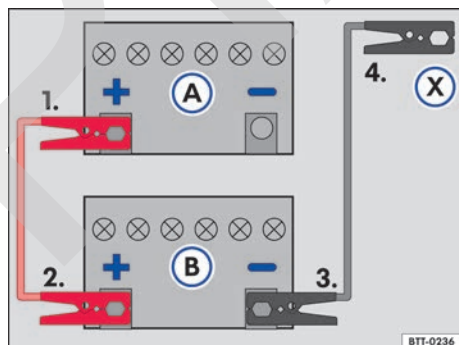

Fig. 150 Esquema para la conexión de los cables auxiliares de arranque: batería del vehículo descargada (A) y batería del vehículo que provee la corriente (B).
Legenda para → fig. 150:
- Conectar un extremo del cable de arranque auxiliar *rojo* al polo positivo → fig. 150 ⊕ del vehículo con la batería del vehículo descargada ① → ⚠.
- Conectar el otro extremo del cable de arranque auxiliar *rojo* al polo positivo ⊕ de la batería del vehículo que suministra corriente ②.
- Conectar una extremidad del cable de arranque auxiliar *negro* al polo negativo ⊖ de la batería que brinda corriente ③ al vehículo.
- Conectar el otro extremo del cable de arranque auxiliar *negro* ⊗ al vehículo con la batería del vehículo descargada en una pieza maciza de metal atornillada firmemente al bloque del motor o en el mismo bloque del motor - aunque no cerca de la batería ④ → ⚠.